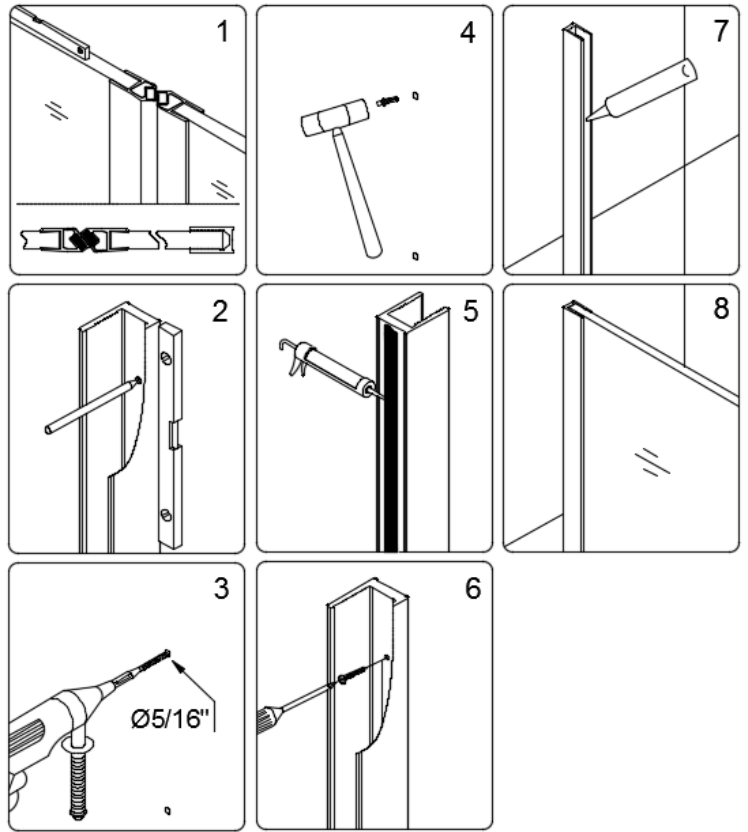

Рис. 6
5. Установите магнитные уплотнители (6) на дверной панели (1) и стационарные панели (8), а затем установите пристенный профиль (9) в неподвижное стекло (8). Держите дверную панель (1) и прислоните к неподвижному стеклу (8), так чтобы магнитные уплотнители плотно связались друг с другом сверху вниз, а затем отметьте положение пристенного профиля (9) на стене карандашом, уберите неподвижное стекло в сторону и просверлите отверстия Ø 8mm на стене. Нанесите силикон вдоль задней стены профиля (9), а затем закрепите профиль (9) к стене винтом с потайной головкой ST4.2 × 40 (13) в анкера стенки (15). Затем нанесите силикон вдоль внутренней части стены профиля (9) в канавку; вставьте неподвижное стекло (8) в пристенный профиль снова (Примечание: Круглое отверстие на стеклянной панели должны быть внизу и на противоположной стороне стены). См Рис. 6 инструкции.